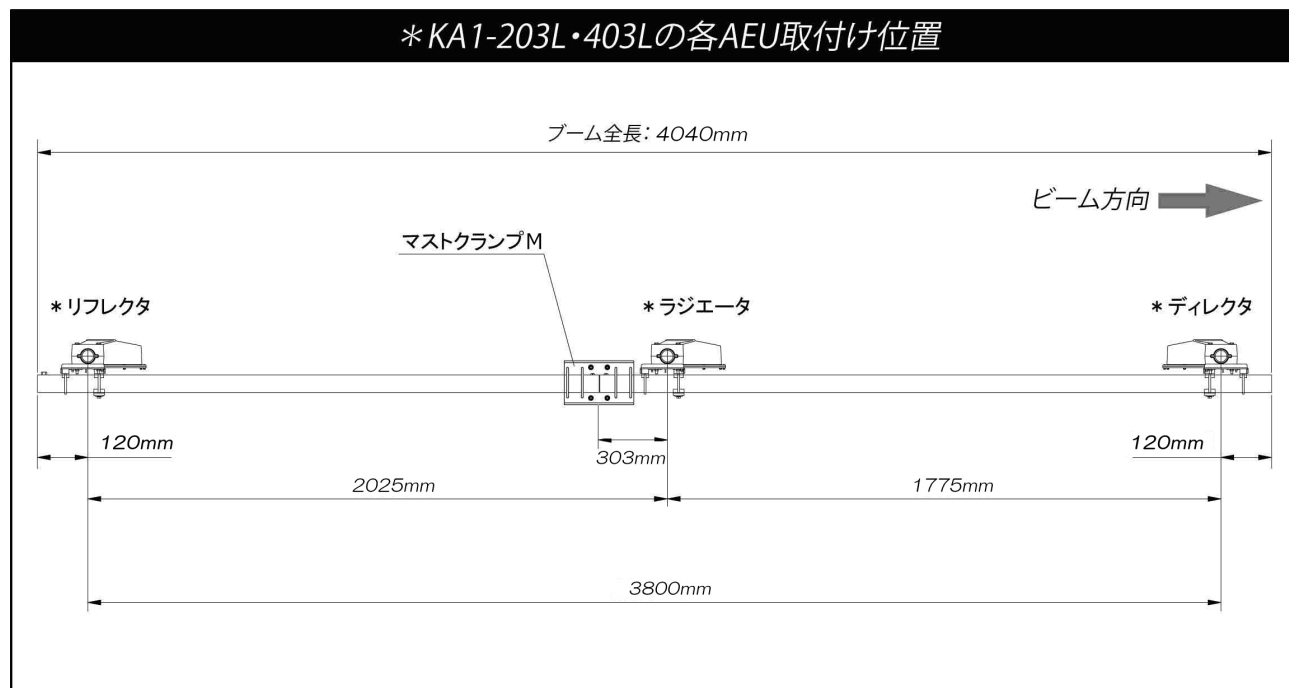

図3
[図3参照]
- ・「図3」に明記されているAEU取付け位置寸法値は、ブーム4mの両端を基準にして指示されています。